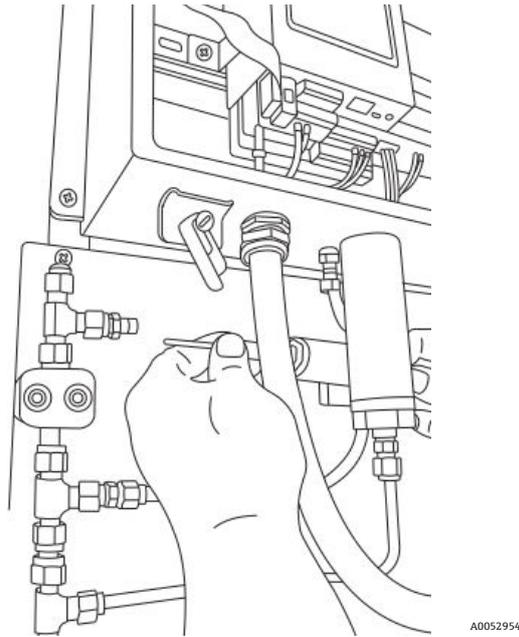

Figure 88. Retirer la sonde du raccord en té (côté panneau)
9. Tourner le support de conduit parallèlement au panneau et dégager avec précaution la sonde du raccord en té (côté panneau). Voir la figure 88.